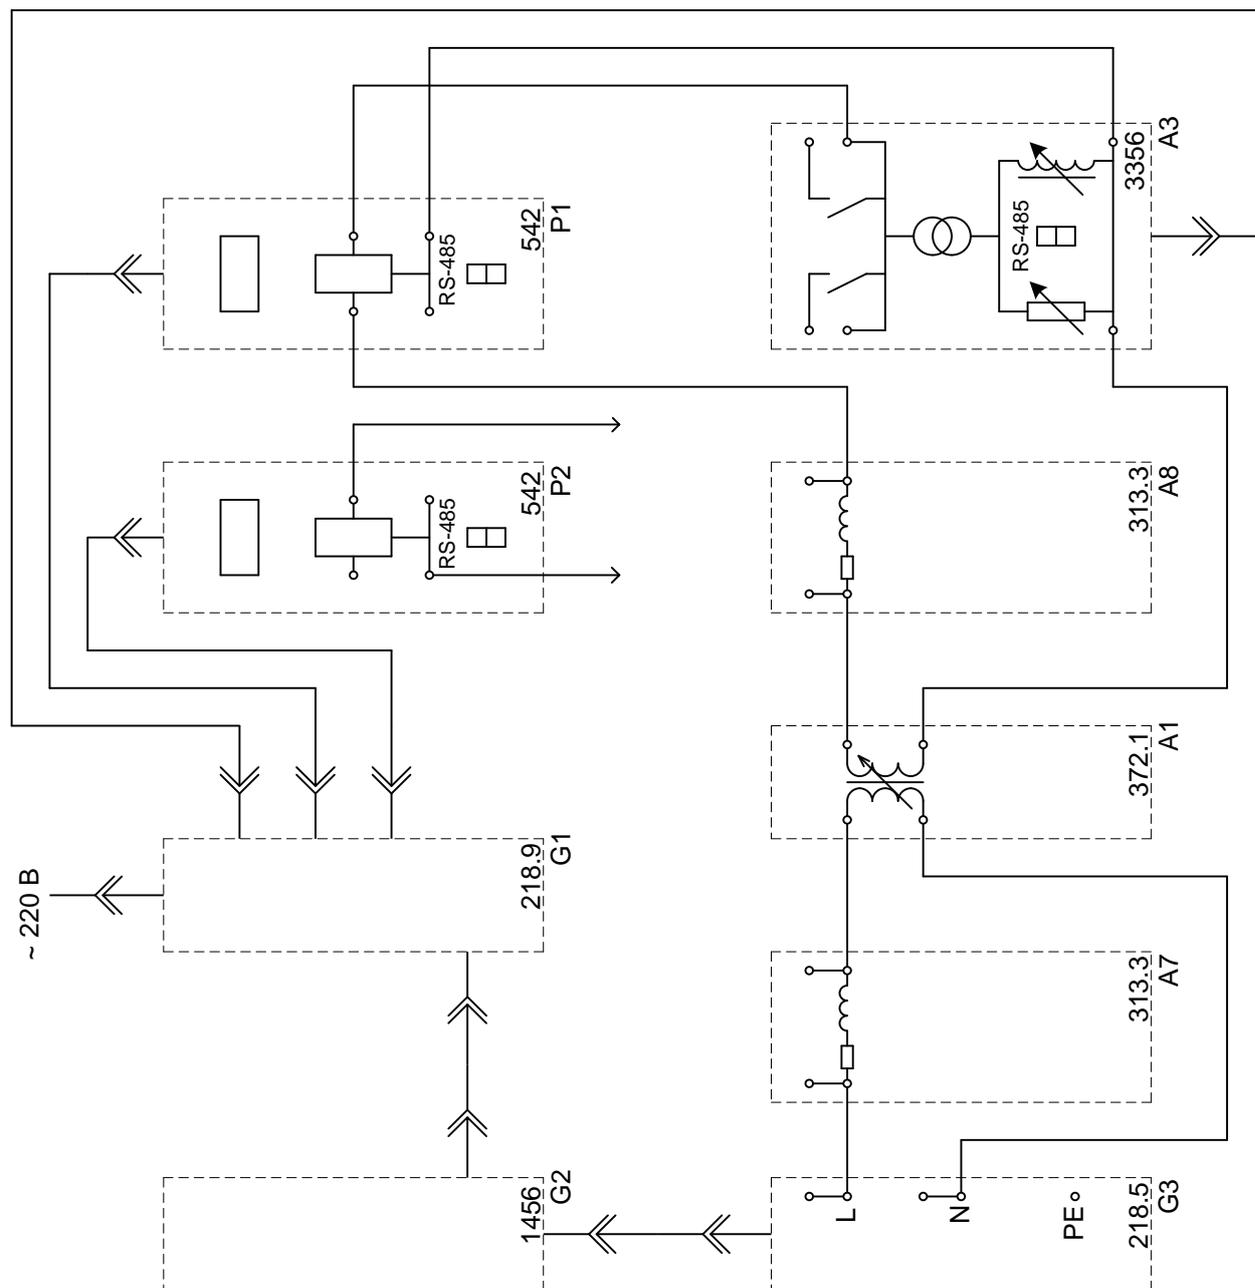

Рис.3.1. Схема для изучения встречного регулирования напряжения.
- Соедините аппаратуру в соответствии со схемой электрической соединений, приведенной на рис. 3.1.